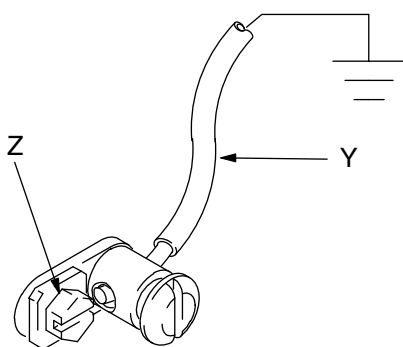

Рис. 1
**Насос.** Используйте провод и зажим заземления как показано на Рис. 1. Для заказа заземляющего провода и зажима, закажите деталь № 222011.